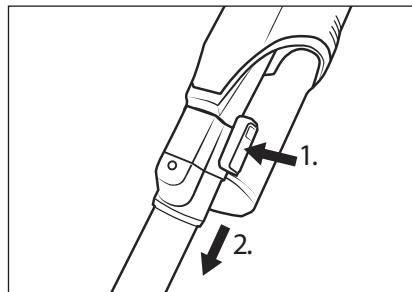

Fig. 11
- Para desmontar el tubo de aspiración ④ del aparato, mantenga pulsado el botón de desencastré del tubo de aspiración ⑤ y tire del tubo de aspiración ④ para extraerlo del orificio de aspiración del aparato (consulte la fig. 11).